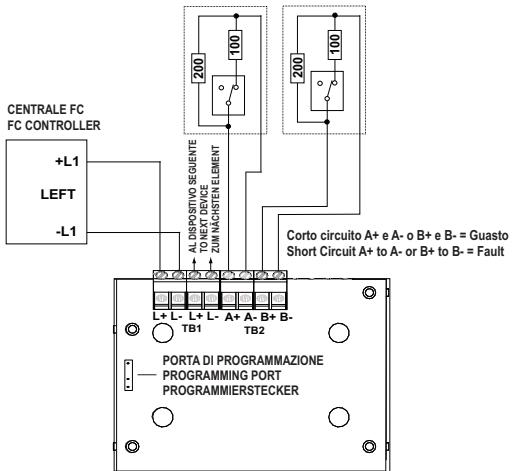
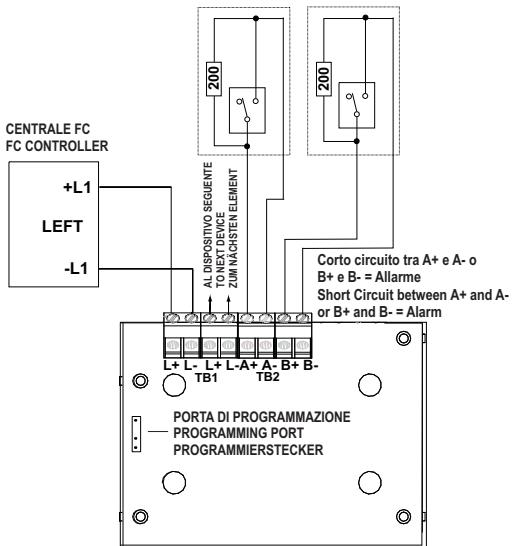

FIG.4 Circuito SPUR (Classe B) Contatti normalmente chiusi.
FIG.6 Circuito SPUR (Class B) Contatti normalmente aperti
- ✉ Refer to Fig. 6
- 5) Collegare i contatti controllati. Per lo schema di collegamento del FC410CIM vedere Fig.4 - Fig.6.
☞ Vedere Fig.4.
☞ Vedere Fig. 6